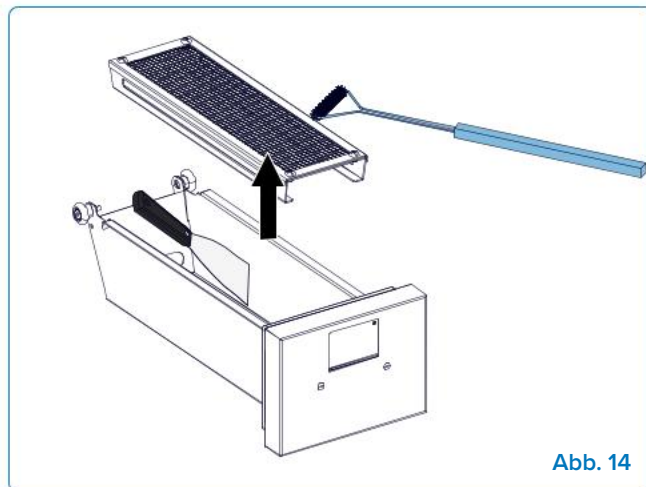

Abb. 14
4. **Entfernen und reinigen Sie das Gitter** – Nehmen Sie das Gitter heraus, das die Holzspäne hält. Schütteln Sie verbleibende Rückstände ab und bürsten Sie sie sauber (**Abb. 14**).